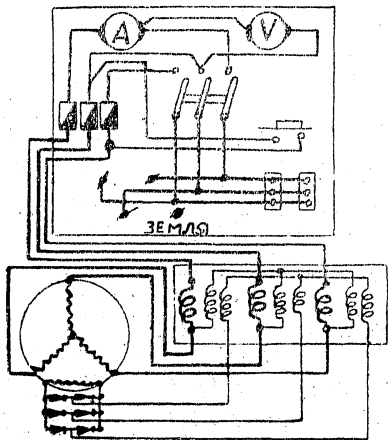

Рис. 2 Схема коммутации станции.
На панели распределительного щита станции (рис. 2) смонтированы амперметр, вольтметр, 3-полюсный предохранитель, 2 штепсельных розетки, 3 контактных зажима I кон-
1. Проверить правильность схемы всей электрической части (рис. 2).